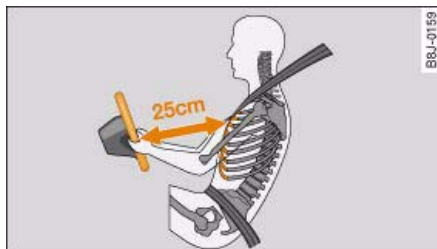

Fig. 164 Distancia mínima entre el conductor y el volante
- Ajuste el volante de manera que exista una distancia mínima de 25 cm entre el volante y el pecho ⇒ fig. 164.
- Ajuste el asiento del conductor de manera que exista una distancia de al menos 25 cm entre el pecho del conductor y el centro del volante ⇒ *página 160, fig. 164*.